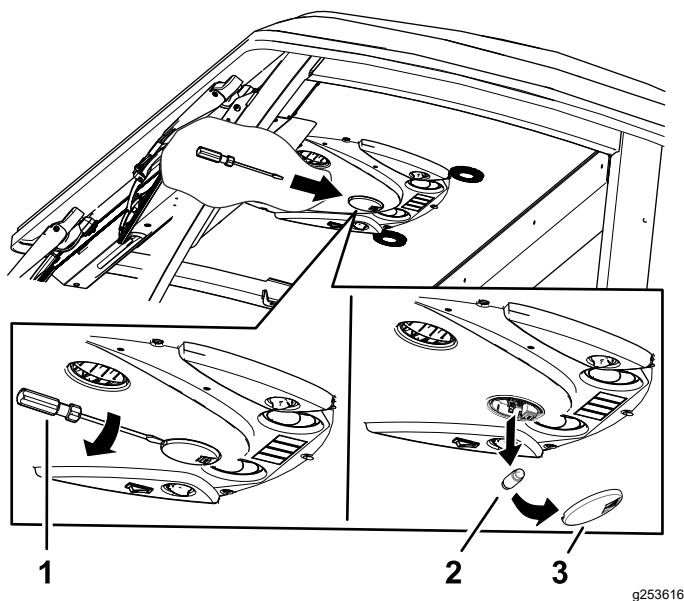

Figura 84
1. Utilice un destornillador para retirar la lente de la luz del panel de control. (Figura 84).
2. Retire la lámpara de la base (Figura 84).